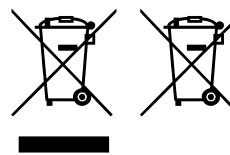

Рис.1 Рис.2
4. Символ перечеркнутого мусорного ящика (рис. 1), указанный на устройстве или упаковочном материале, означает, что по окончании срока службы устройство утилизируется отдельно;
- Разместите увлажнитель горизонтально и проверьте по пузырьковому уровнемеру. Выдерживайте минимальные свободные расстояния со всех сторон увлажнителя в мм (см. рис. 1.b) для нормального притока воздуха и удобства проведения мероприятия техобслуживания.